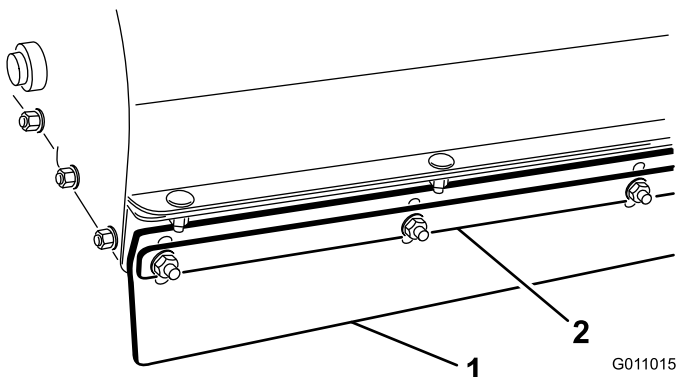

Bild 22
1. Lösen Sie die Muttern, mit denen der Metallstreifen und die vordere Klappe am Bürstengehäuse befestigt sind (Bild 22).